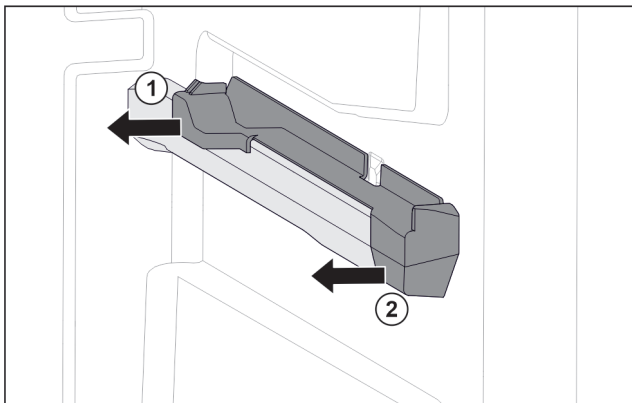

Fig. 79 Násuvný diel na pravom rebre nádoby
- ▶ Stiahnite násuvný diel vzadu do strany. Fig. 79 (1)
- ▶ Stiahnite násuvný diel vpredu do strany. Fig. 79 (2)